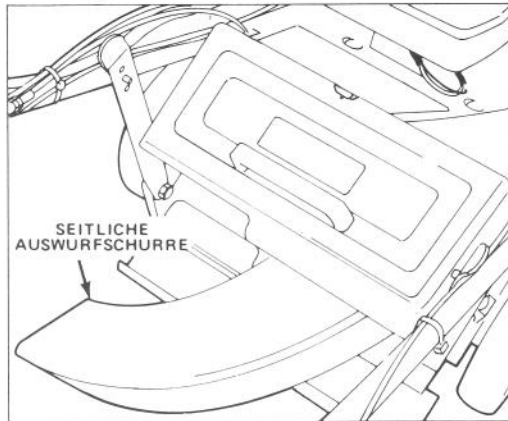

Bild 25
**1. Seitenauswurf-Kit, Modell Nr. 59112** – In Sekundenschnelle montierbar. Anstelle des Grasfangsacks montierbar. Wirft Gras aus und trimmt beidseitig (Bild 25).